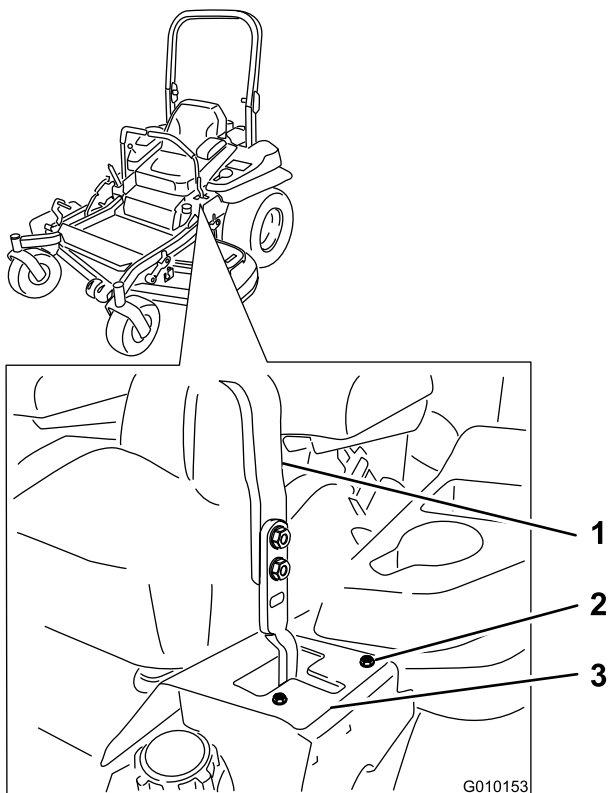

Figura 66
- Si se desvía hacia la derecha, afloje los pernos y ajuste la chapa del tope izquierdo hacia atrás en la ranura en T de la izquierda hasta que la máquina avance en línea recta (Figura 66).
- Si se desvía hacia la izquierda, afloje los pernos y ajuste la chapa del tope derecho hacia atrás en la ranura en T de la derecha hasta que la máquina avance en línea recta (Figura 66).
6. Apriete la chapa del tope (Figura 66).